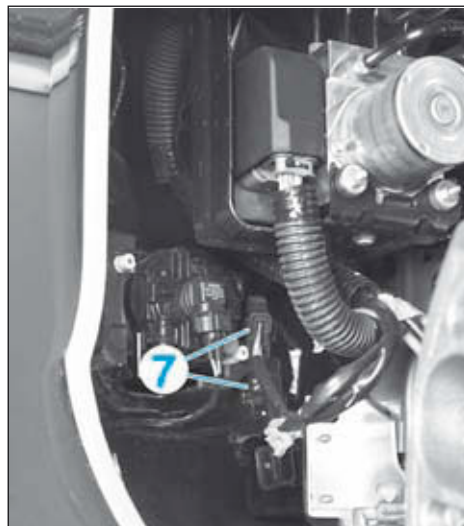

FIG.89
- Débrancher, côté gauche, les connecteurs (7) (Fig.89).